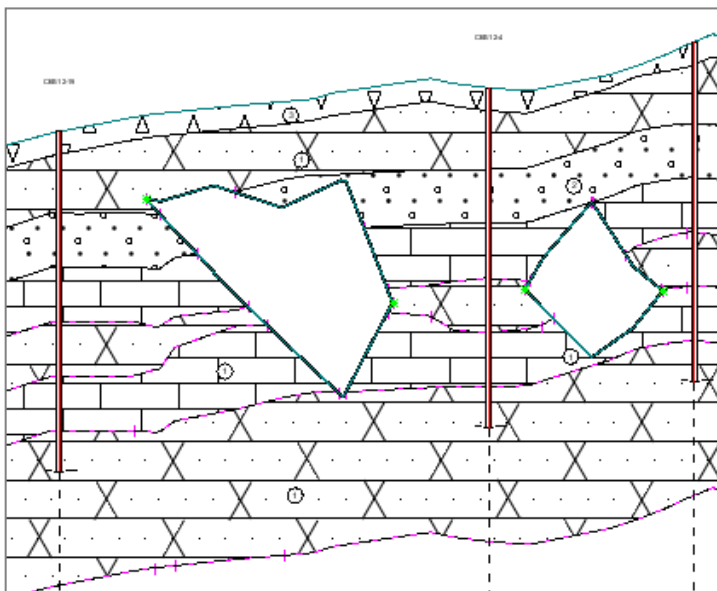

Рис. 12.12
8. Нажмите **ОК** (функция **Учитывать при создании ОГМ** должна быть активна). Просмотрите полученный результат (рис.12.12).